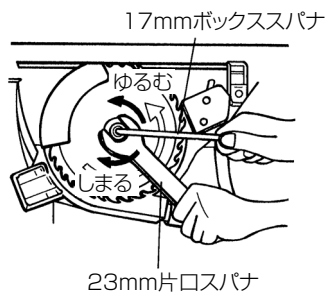

図 51
- (2) 図 51 のように、ボルトをゆるめ、スーパーロックワッシャ・ワッシャ (B) をはずした後、のこ刃を取りはずします。